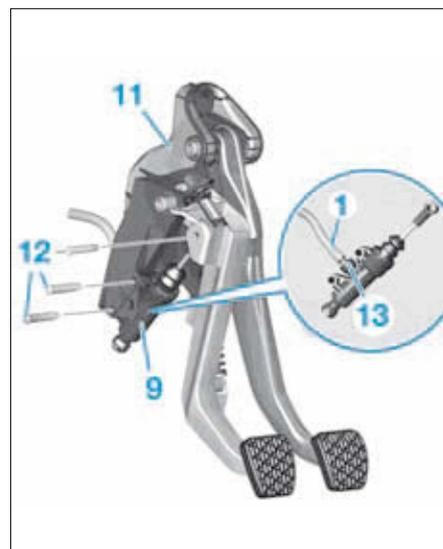

FIG. 3
- Débrancher le connecteur de pédale d'embrayage (10).
- Déposer le pédalier (11).
- Chasser le goujon (12) et retirer le cylindre émetteur (9) du pédalier (11) (Fig.3).
- Extraire l'agrafe de sécurité (13) et débrancher la durit de raccordement (1) du cylindre émetteur.